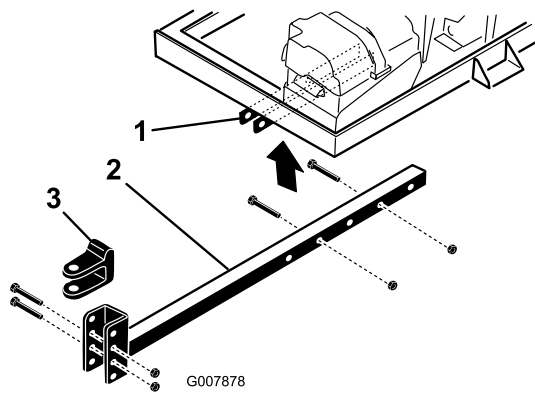

Figura 8
2. Introduzca la barra del enganche en los soportes del bastidor (Figura 8). Sujete la barra al bastidor con 2 pernos (3/8 x 3 pulgadas) y tuercas con arandela prensada (3/8 pulgada).
- Retire los pernos y las contratuercas que sujetan la horquilla de enganche (Figura 8) a la barra de enganche.
- Retire los pernos y tuercas que sujetan la barra de enganche a los soportes del bastidor (Figura 8).